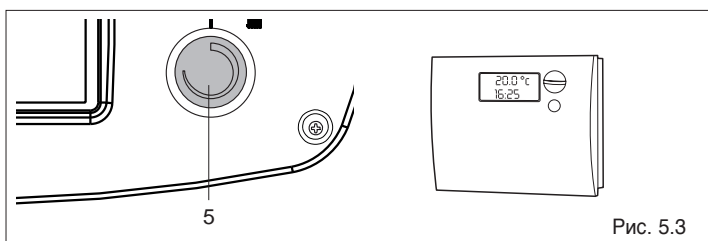

Рис. 5.3
- установите термостат котла (5) на минимум
- Установите термостат в помещении на температуру примерно 10°C или включите функцию защиты от замерзания (Рис. 5.3).